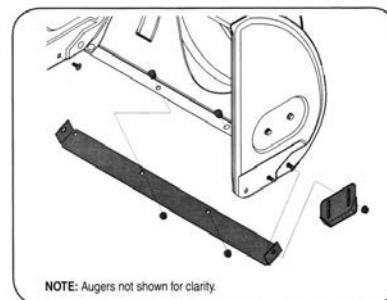

Рис.20
- 2.Соберите новые лыжи с четырьмя болтами (по два с каждой стороны) и шестигранными гайками с фланцем. См. рис.20.
- 2.Соберите новую подрезную пластину, убедившись, что головки болтов каретки находятся внутри корпуса. Надежно затяните. См. рис.20.